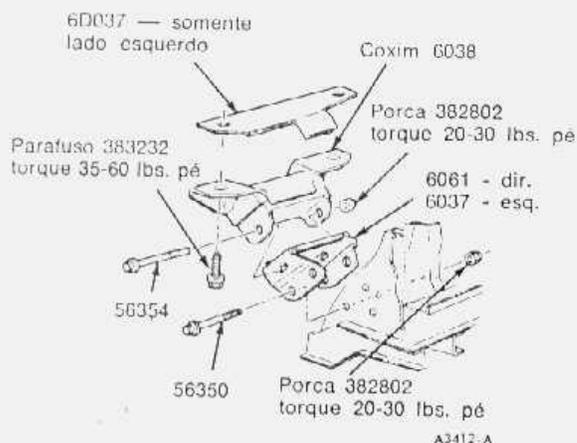

fig. 4 — suportes dianteiros do motor
- Girar a árvore de manivelas para a posição "B" da fig. 4. Verificar e instalar as porcas nos prisioneiros das seguintes válvulas:
Os suportes dianteiros estão localizados em cada lado do motor (fig. 4). Os procedimentos seguintes aplicam tanto para o suporte direito como para o esquerdo.
1. Retirar a porca e o parafuso de fixação do coxim do suporte (fig. 4).